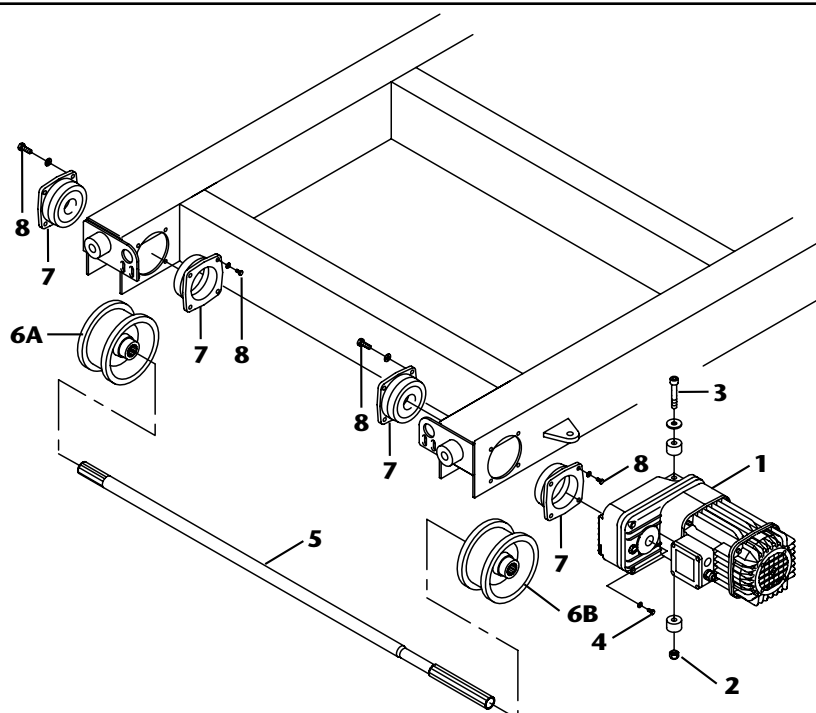

fig. 221
*Per la sostituzione delle ruote procedere come segue: (fig. 221)*